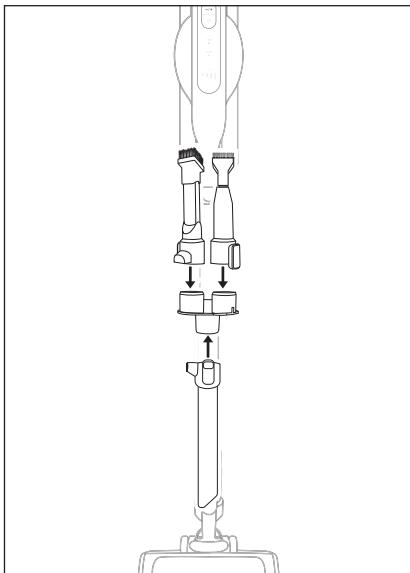

Abb. 20
- ◆ Entfernen Sie Zubehör vom Gerät und stecken Sie es zur Aufbewahrung auf die Zubehörhalterung 17 (siehe Abbildung 20).